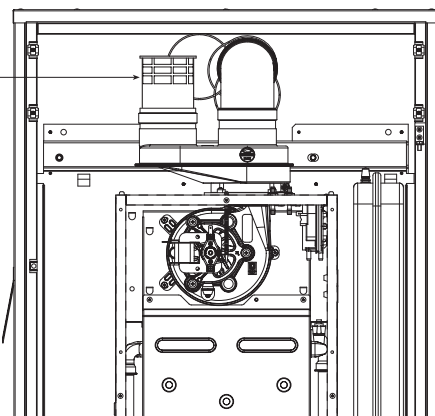

Fig. 13
2.9 SCARICO FORZATO TIPO B22P-B52P (fig. 13)
piatore cod. 8093020 nelle versioni **OPEN DGT -I**. Per il montaggio dello sdoppiatore vedere il punto 2.8.1. Proteggere quindi l'aspirazione con l'accessorio optional cod. 8089501 (fig. 13). Lo sdoppiatore aria/fumi viene fornito con il diaframma aspirazione che deve essere impiegato, in funzione della perdita di carico massima consentita, come indicato in fig. 8/a.